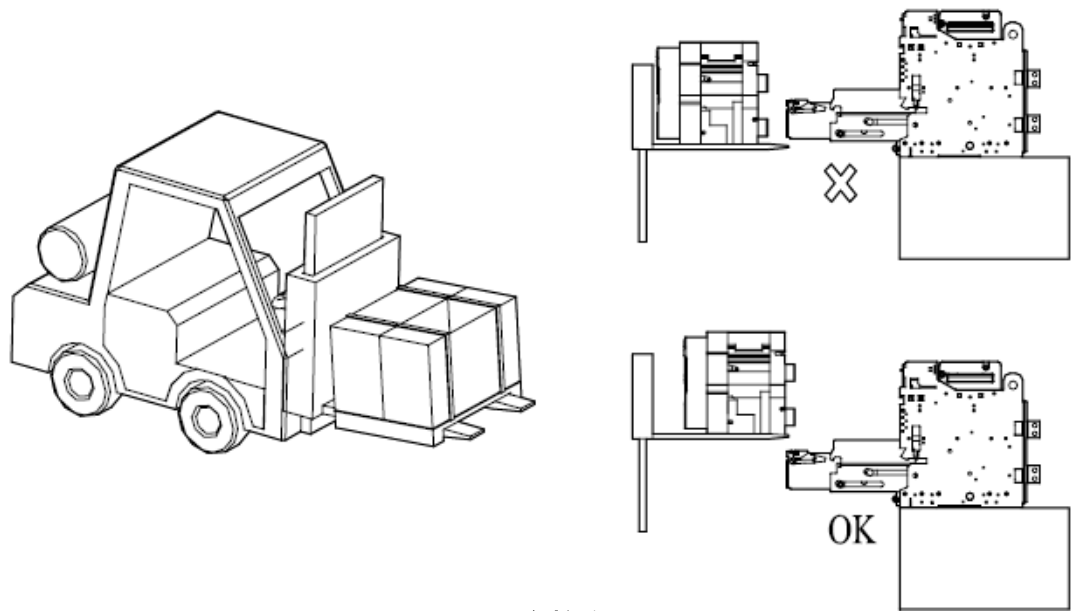

图 1. 叉车抬高
-当叉车起重产品，小心底部平面不超过后排侧的产品。（参见图1）